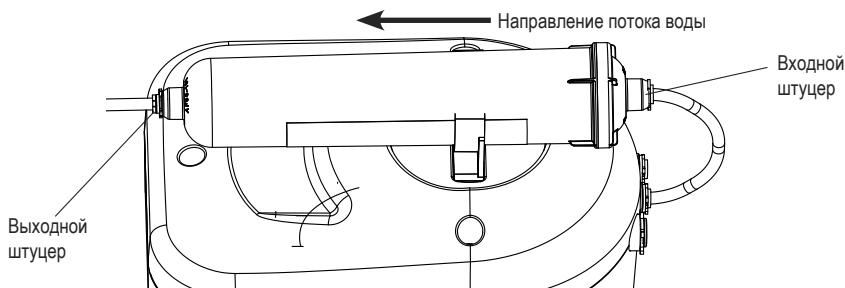

Рис. 13
- Соедините трубкой JG 1/4" синего цвета (d=6,35 мм, L=0,17 м) входной штуцер (рис. 13) с корпусом DWM в соответствии со схемой (рис. 2).
- Отсоедините трубку JG от выходного штуцера (рис. 13). Для этого выньте из-под пластиковой втулки стопорную клипсу, нажмите на торец пластиковой втулки, вытяните трубку.
- Отсоедините трубку JG от входного штуцера (рис. 13). Для этого выньте из-под пластиковой втулки стопорную клипсу, нажмите на торец пластиковой втулки, вытяните трубку.